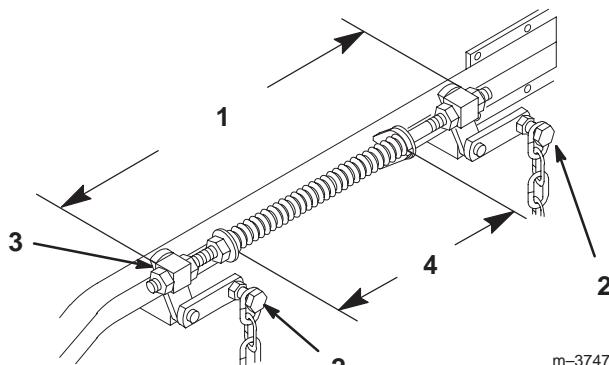

Figure 65
- Relevez le plateau de coupe en position de transport et détendez les deux grands ressorts de levage du plateau en desserrant l'écrou situé devant chaque ressort (Fig. 65).
- Desserrez les quatre (4) boulons de chaîne supérieurs dans les fentes. Vérifiez la longueur des ensembles tige/pivot. Il doit exister un écart de 496 mm (19-17/32") entre l'extérieur du pivot arrière et l'extérieur du pivot avant (Fig. 65). Vérifiez que les quatre pivots bougent librement dans les trous.
- Les ressorts sont comprimés pour obtenir un écart de 260-mm (10-1/4 pouce) entre les deux grandes rondelles (Fig. 65).
- Tournez l'écrou devant chaque ressort pour obtenir le réglage voulu (Fig. 65). Tournez l'écrou dans le sens horaire pour raccourcir le ressort et dans le sens anti-horaire pour l'allonger.